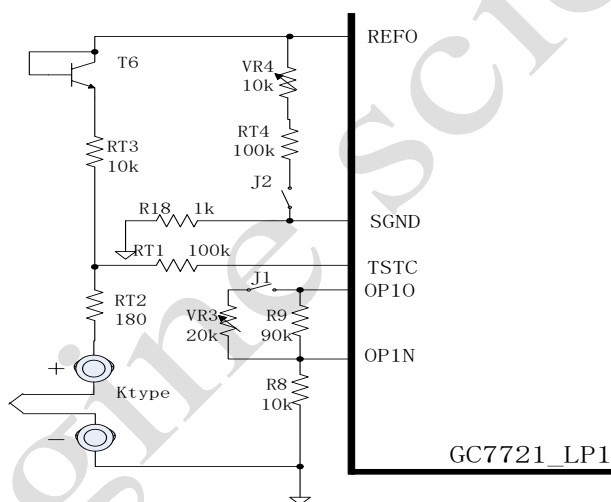

图 36 温度测量 (1)
2、容易实施的两个温度校准点有水的冰点 ( $0^{\circ}\text{C}$ ) 和沸点 ( $100^{\circ}\text{C}$ )。图 36 和 37 中的 VR4 用于低温 ( $0^{\circ}\text{C}$ ) 时的校准，VR3 用于高温 ( $100^{\circ}\text{C}$ ) 校准。当外部连接的 K-type 热电偶的温度系数达到  $40\ \mu\text{V}/^{\circ}\text{C}$  时，可以调整 VR3 以使放大器放大至 2.5 倍。
3、当使用图 36 时请注意以下两方面：